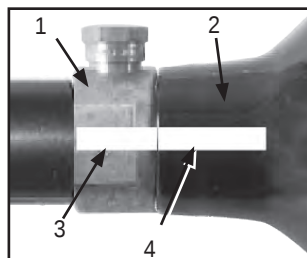

Figura 4: Cilindro y válvula marcas
La válvula de bronce o níquel (Figura 4, #1) ha sido fabricada para estar unida al cilindro de aire o de CO2 (2).
Referirse a la Figura 4. Han habido reportes de incidentes causados por jugadores que sin conocimiento desatornillan el cilindro (2) de la válvula (1). Esto ocurre cuando el jugador piensa que el ensamble cilindro y la válvula han sido desatornillado de el adaptador de suministro de aire de el marcador de paintball, cuando en realidad están desatornillando el cilindro de la válvula del cilindro.
4. Mire las marcas en el cilindro y en la válvula (como se observa en la figura 4 en la página 8) cuando de vuelta al cilindro $\frac{3}{4}$ de vuelta aproximadamente en sentido contrario a las agujas del reloj.